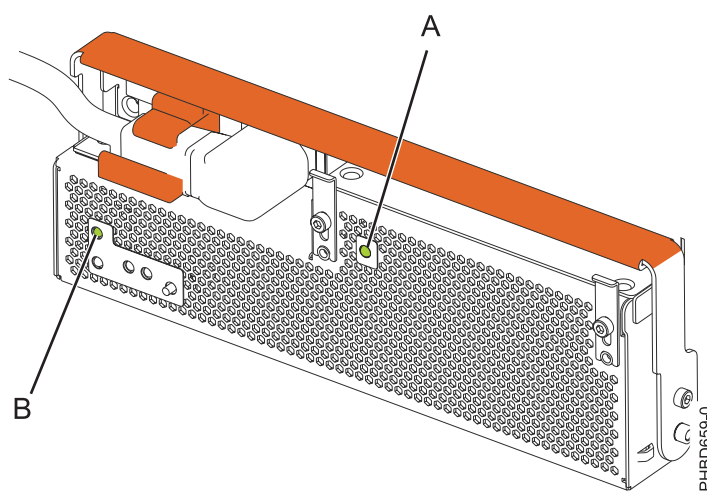

Figura 21. LED de alimentación CA y alimentación OCA de unidad de expansión
10. Observe el estado de la alimentación CA de color verde en **(A)** y de los diodos emisores de luz (LED) de alimentación de conjunto de convertidor fuera de línea (OCA) **(B)** que se muestran en la Figura 21 y realice una de las acciones siguientes, según corresponda: